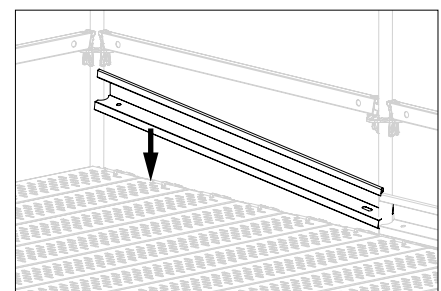

Abb. A5.02b
5. Bordblech auf Belag absenken. (Abb. A5.02b)